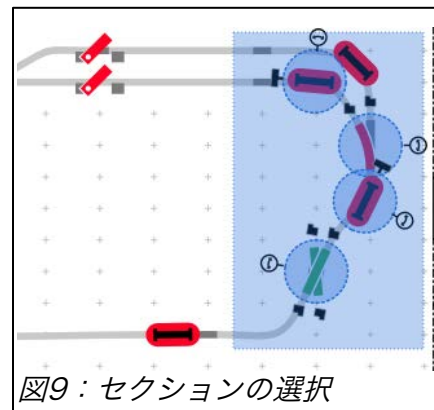

図9：セクションの選択
- 次に、別のレイアウト図または詳細なレイアウト図に複製したい領域を輪郭線で囲みます(図9)。